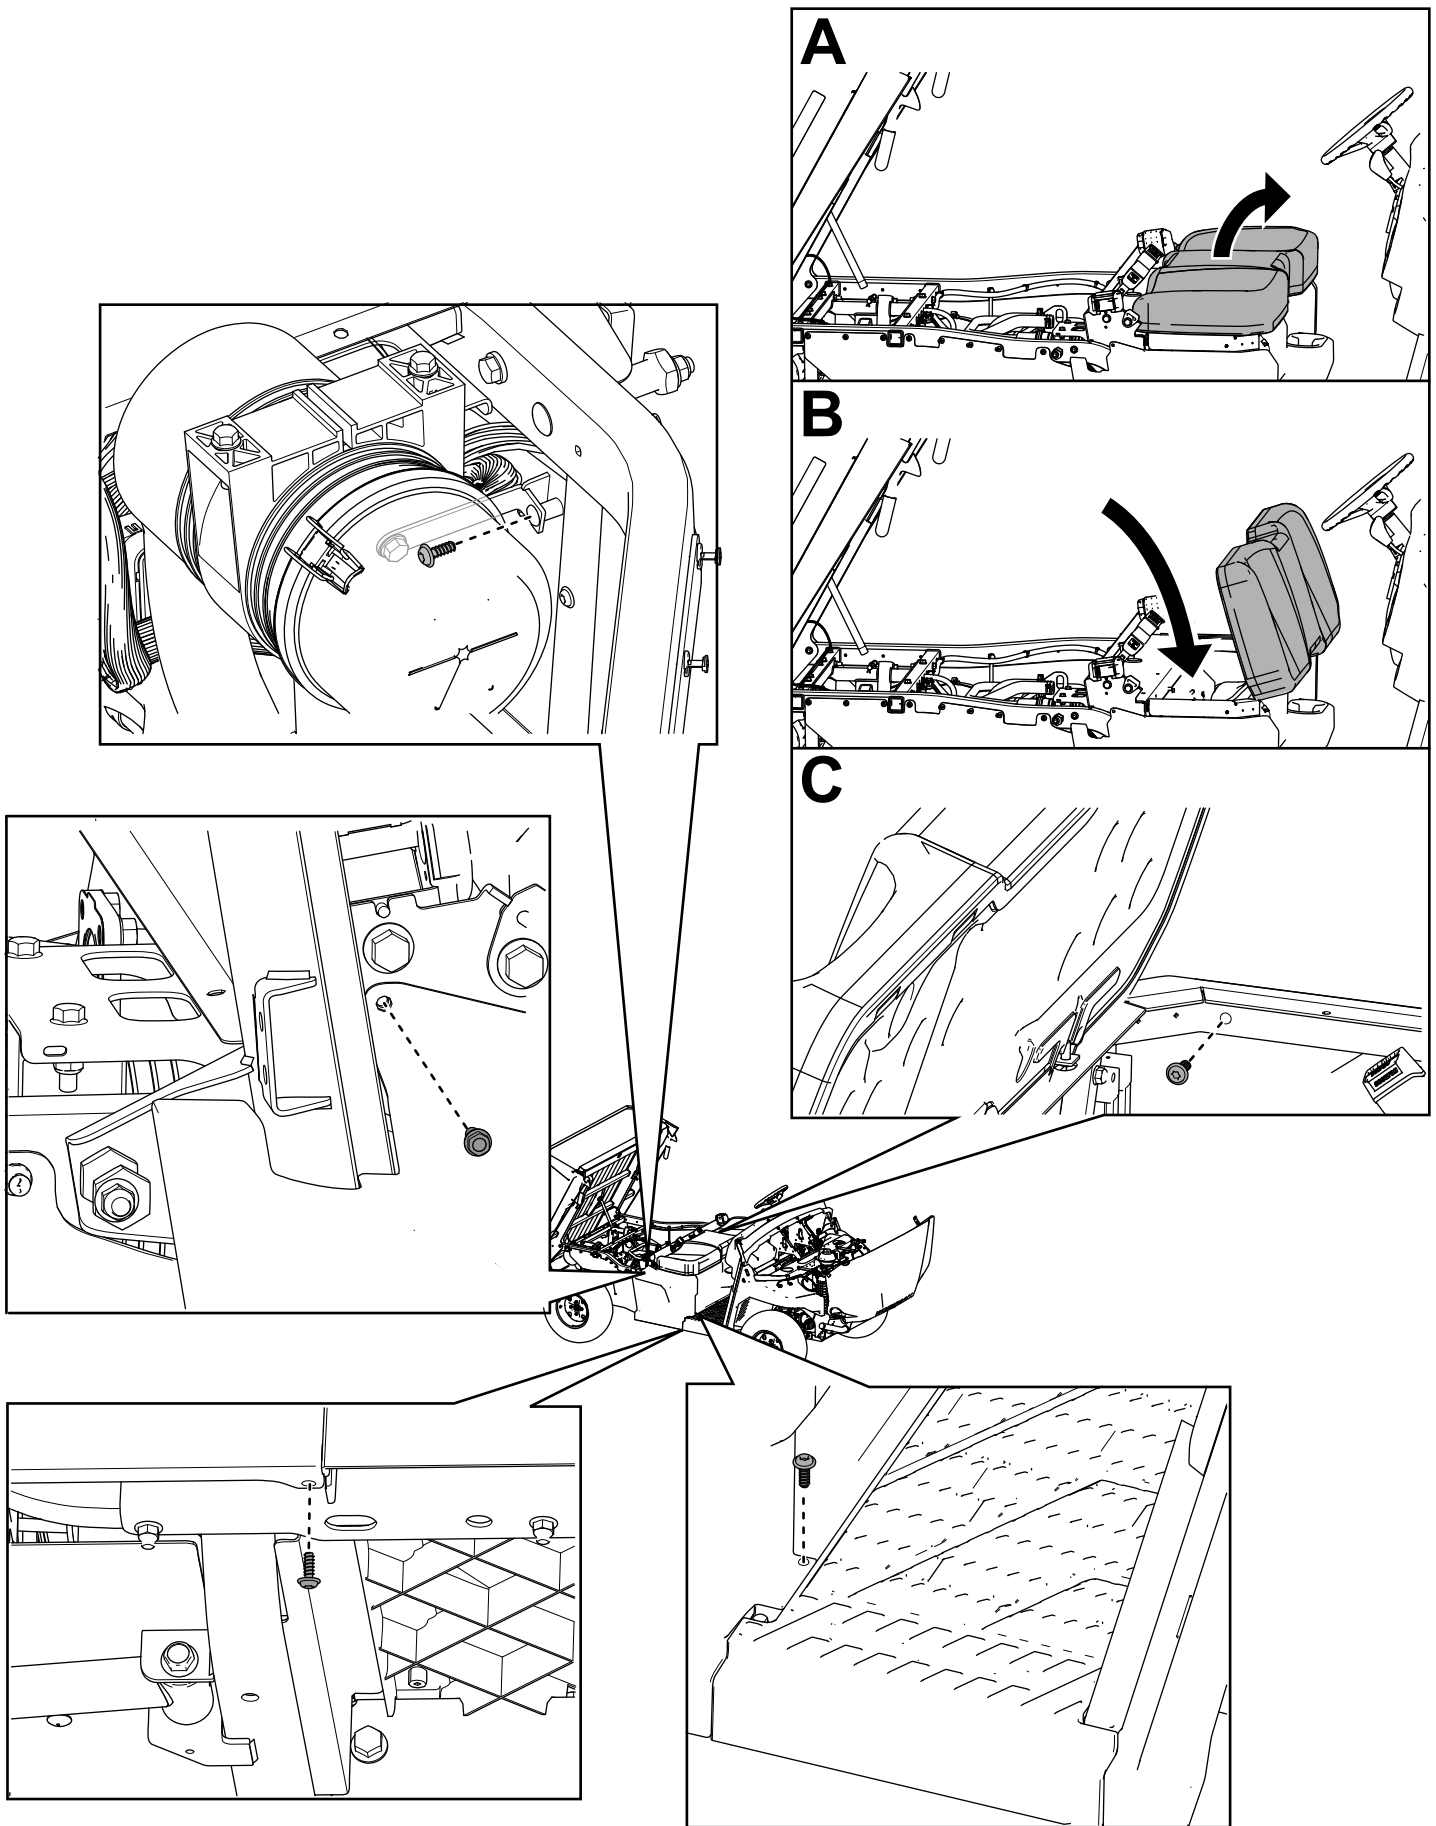

Figure 34
22. Fixez les panneaux droit et gauche de la base du siège à l'aide des boulons à tête hexagonale à embase ($\frac{1}{4}$ " x $\frac{3}{4}$ ") retirés précédemment, comme montré à la Figure 34.